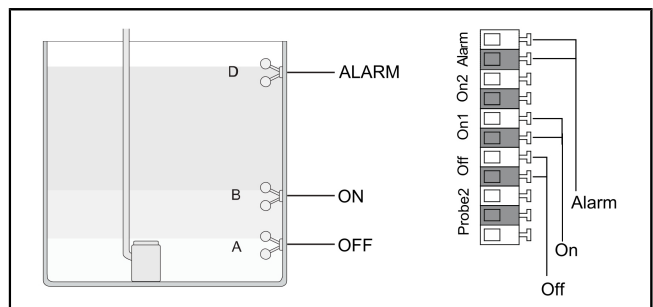
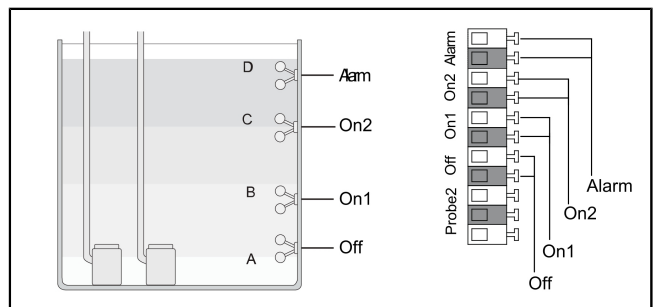

Fig. 3: Interrupteur à flotteur Mono (sans ATEX)
Fig. 4: Interrupteur à flotteur Duo (sans ATEX)
- ▶ Extraire le tampon borgne (1).
- ▶ Raccorder les extrémités du câble de l'interrupteur à flotteur aux bornes reproduites. (cf. "Fig. 3: Interrupteur à flotteur Mono (sans ATEX)", page 57 + cf. "Fig. 4: Interrupteur à flotteur Duo (sans ATEX)", page 57)